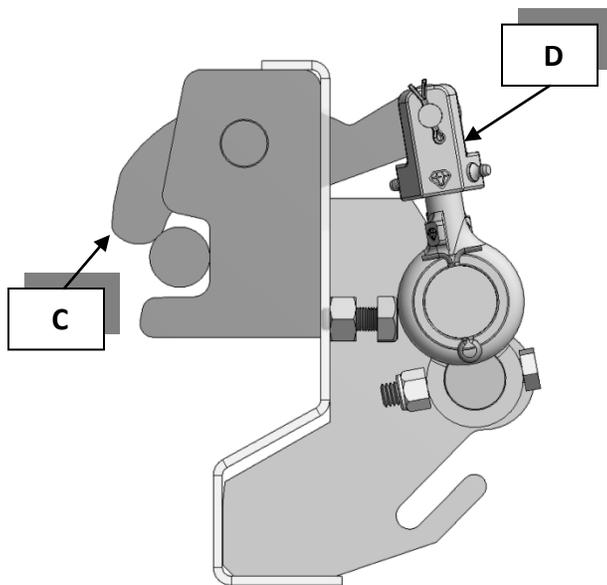

Figure 3
- Allez de l'autre côté et ajustez la chape à rotule en hexagone (D) de manière appropriée.
- Tirez ce côté de la porte fermement contre le plancher et verrouillez-la en engageant les deux barrures (C) (figure 3).
- Encore une fois, les barrures (C) devraient fermer la porte solidement mais le système ne devrait pas forcer pour être engagé au-delà de son axe.